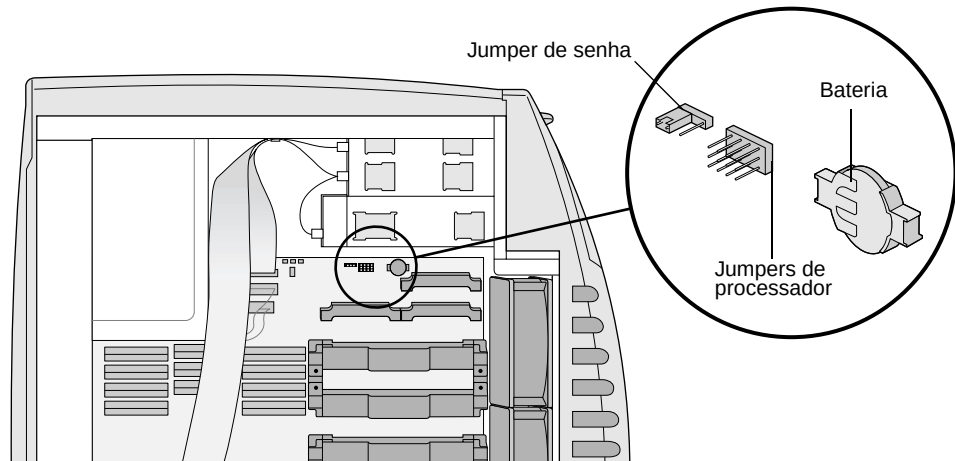

Figura 8-2 Localizando o jumper de senha
6. Localize o jumper de senha na placa do sistema. Ele fica perto dos reguladores de voltagem, imediatamente à esquerda dos jumpers de processador. Veja a Figura 8-2.